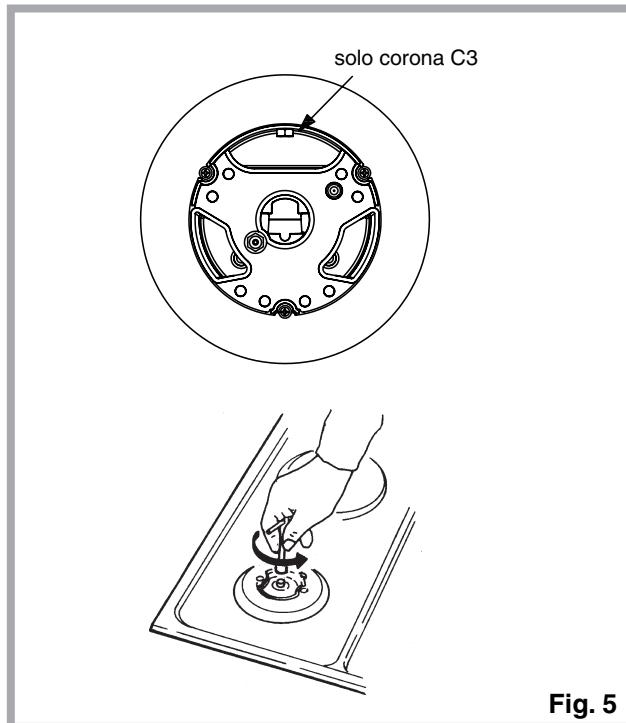

Fig. 5
Adattamento a diverso tipo di gas (Fig. 5)
- alla sostituzione degli iniettori (Fig. 5) con i corrispondenti al tipo di gas da utilizzare (vedi tabella "Caratteristiche utilizzatori")